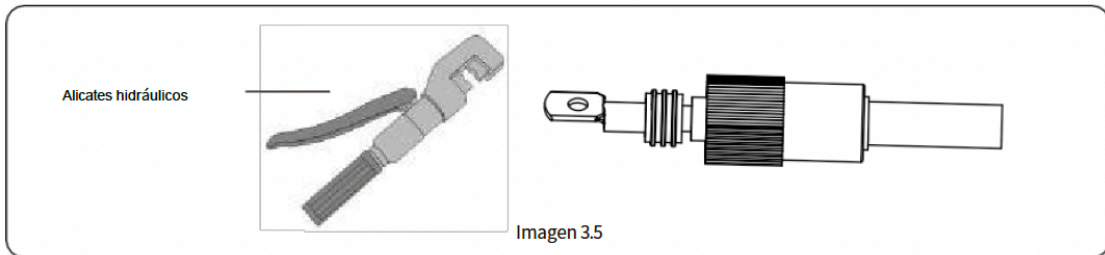

Imagen 3.3
- a) Pase el cable a través del terminal, como se muestra en la imagen 3.3.